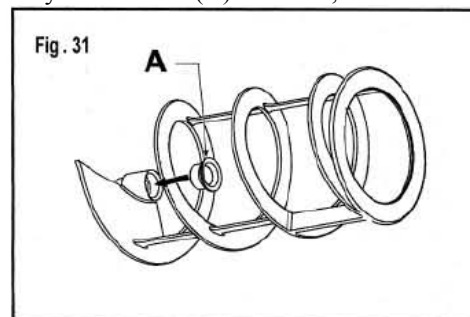

Рис. 31
Установите уплотнитель (A) на шнек, как показано на рис. 31.